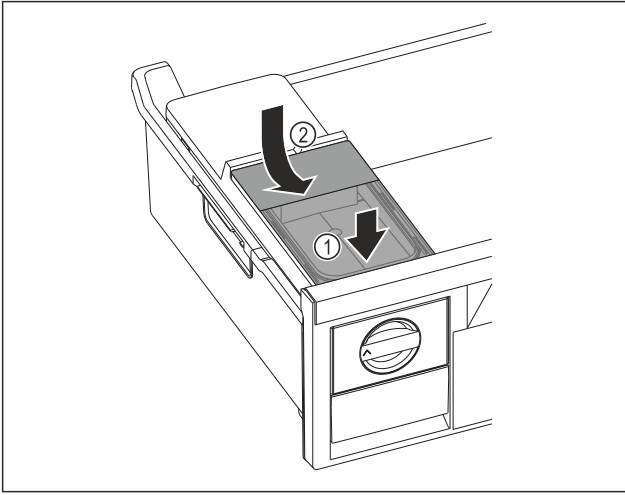

Fig. 145
- Su deposunun ön tarafını yerleştirin. Fig. 145 (1)
- Su deposunun arka kısmını aşağı indirin. Fig. 145 (2)